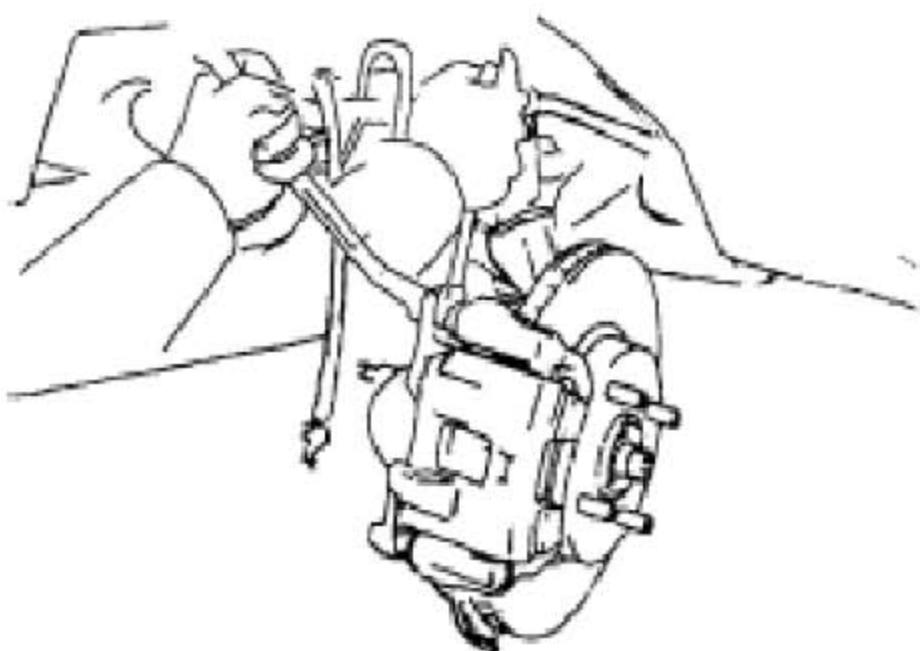

图 3—13
- b). 固定住前盘式制动分泵滑动销后，拆下2个螺栓，如图3—13所示。